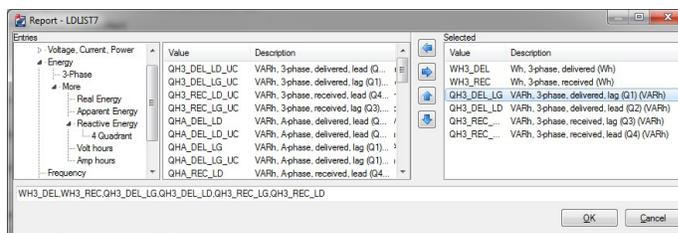

Figura 4 Energías reactivas por cuadrante
Step 5. Ahora, en Analog Quantities > Energy > More > Reactive Energy > 4 Quadrant, seleccionar las cantidades que se muestran en la Figura 4 y pasarlas al campo Selected.
Step 6. Ordenar las cantidades según se muestra en la Figura 4 y presionar OK para terminar.